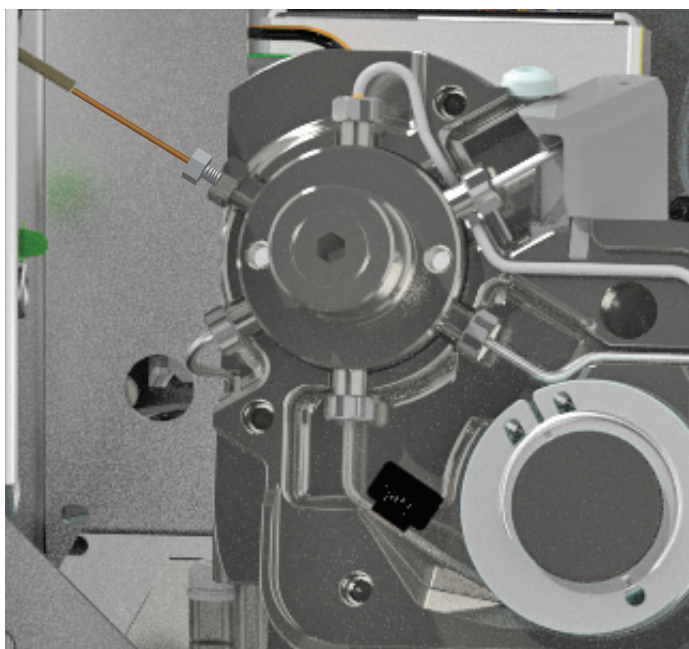

Abb.28. In 6er-Anschlussventil installierte Übertragungsleitung
- 14 Führen Sie das Quarzglas vollständig und vorsichtig bis zum Anschlag in die Reduzierstückarmatur ein (die 1/4-Zoll-Mutter, die sich bereits im 6er-Anschlussventil befindet). Schieben Sie die Polyamid-Ferrule und die 3/16-Zoll-Mutter in die 1/4-Zoll-Mutter. Ziehen Sie die 3/16-Zoll-Mutter handfest und dann um eine zusätzliche Vierteldrehung an. Siehe **Abbildung 28**.